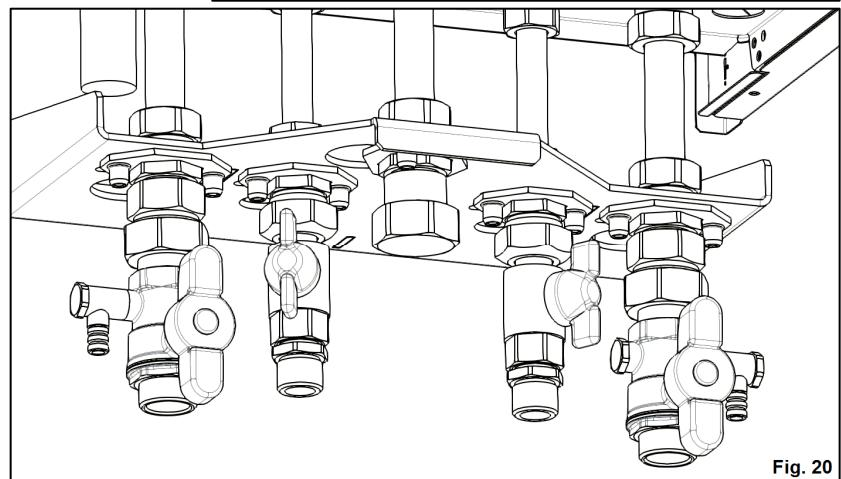

Fig. 20
**14.** Ansamblurile obtinute se monteaza pe centrala, prin intermediul conexiunii de tip olandez, intr-o pozitie convenabila utilizarii (Fig. 20).